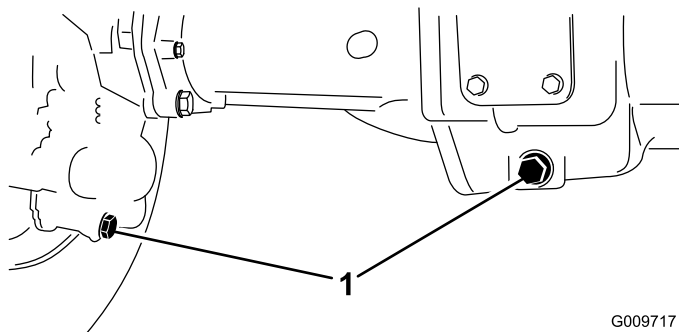

Bild 73
2. Reinigen Sie den Bereich um die drei Ablassschrauben, d. h. jeweils eine an jedem Ende und eine in der Mitte (**Bild 73**).